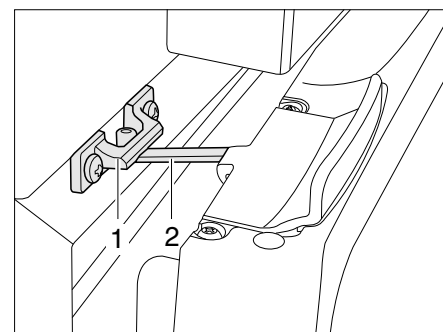

Fig. 349 Porte du réfrigérateur en position de ventilation (Thetford)
- Ouvrir le verrouillage (Fig. 349,2) et l'enclencher dans le logement de verrouillage (Fig. 349,1). La porte du réfrigérateur reste ainsi légèrement ouverte.